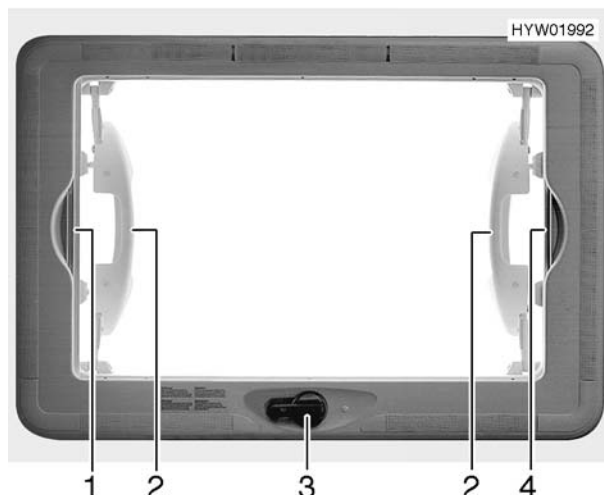

Fig. 62 Oblò sollevabile e ribaltabile
- Girare la manovella (Fig. 62,3) fino a quando non si incontra resistenza (angolo di apertura max. 70°).
- ▷ Afferrare sempre le maniglie (Fig. 62,2) con entrambe le mani per azionare questo oblò.
- Tirare la tendina oscurante pieghevole per la maniglia (Fig. 62,1) verso la maniglia contrapposta della zanzariera a rullo (Fig. 62,4) e farla innestare.
- Sganciare la maniglia della tendina oscurante pieghevole (Fig. 62,1).
- Tirare la zanzariera a rullo per la maniglia (Fig. 62,4) verso la maniglia contrapposta della tendina oscurante pieghevole (Fig. 62,1) e farla innestare.
- Sganciare la zanzariera a rullo dalla maniglia della tendina oscurante pieghevole (Fig. 62,1).
- Ricondurre lentamente la zanzariera a rullo accompagnandola con la maniglia (Fig. 62,4).